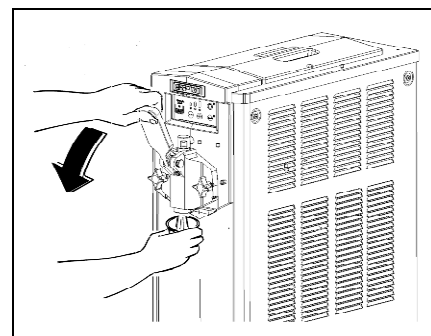

Fig. 15
- Svuotare il cilindro e ripetere le stesse operazioni finché dallo stesso non esca acqua limpida (fig.15).